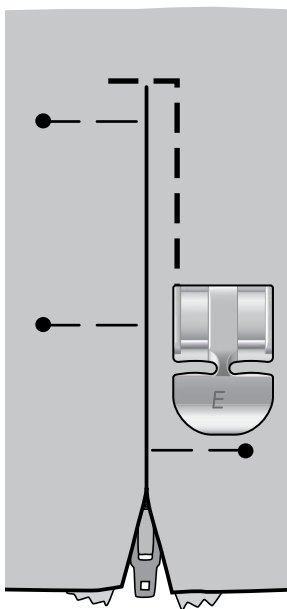

Fig. 2
4. Empiece a coser desde abajo, gire la tela y cosa el lado derecho de la cremallera hasta arriba (véase la fig. 2).